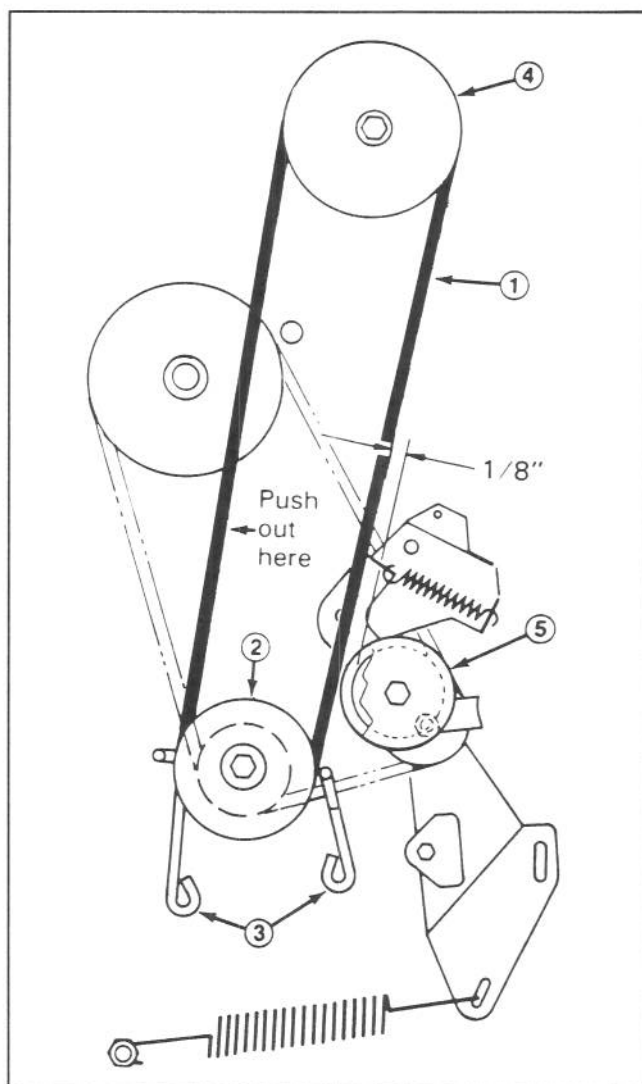

Figure 18
7. Desserrer les boulons à tête retenant les (2) guides de la courroie de la poulie du moteur et éloigner les guides de la poulie. Enlever la courroie de transmission de l'unité se trouvant sur la poulie du moteur (Fig. 18).
9. Enlever les (2) vis retenant le guide de la courroie au carter de la tondeuse et enlever le guide. Enlever la courroie de la poulie.
12. En appuyant sur la courroie (pour la tendre) (Fig. 18), vérifier l'écart entre l'extérieur de la courroie et l'intérieur de la poulie de tension. L'écart devrait faire environ 3 mm.